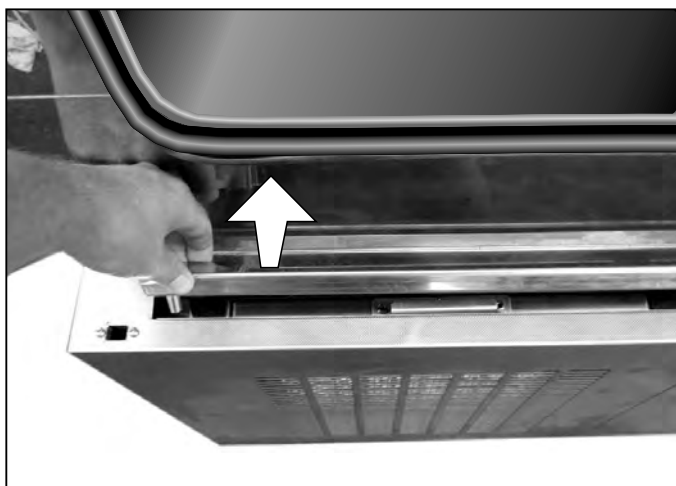

Fig. 41 Sfilare la vaschetta di raccolta
2. Sfilare e vuotare la vaschetta di raccolta (Fig. 41).